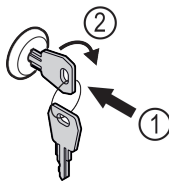

Fig. 200
- ▶ Klíč zasuňte dovnitř. Fig. 200 (1)
- ▶ Otáčejte klíčem o 90° ve směru hodinových ručiček. Fig. 200 (2)